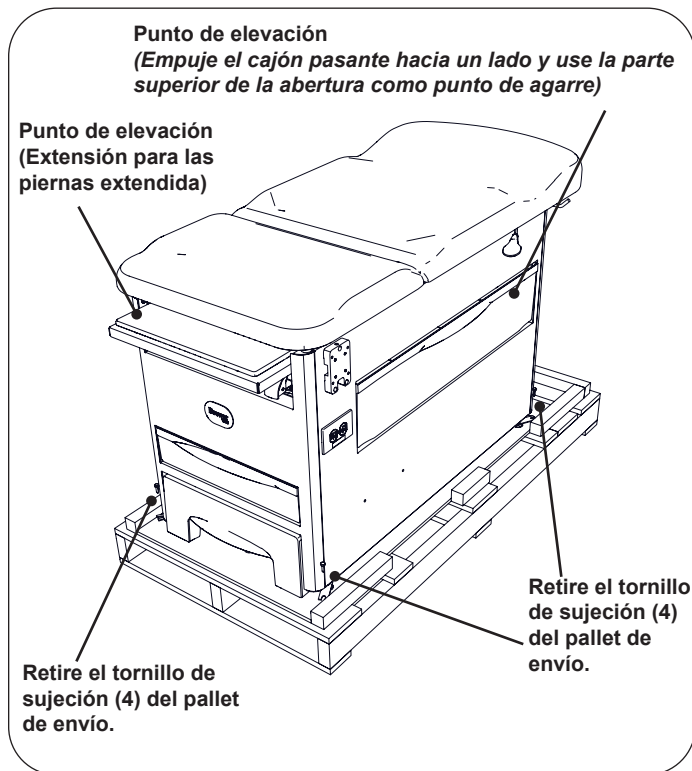

Figura 3. Puntos de elevación de la mesa
2. Quite los 4 tornillos de sujeción para desempernar la mesa del pallet con una llave de cubo de 1/2 pulg y retire el soporte de envío. Consulte la Figura 3.
4. Levante la mesa para sacarla del pallet de envío desde los tres puntos de elevación indicados en la Figura 3. Es necesario que dos personas levanten la mesa. Se puede usar la extensión para las piernas para levantarla.
- Para evitar dañar la mesa, solo levántela desde los puntos que se indican en la Figura 3.